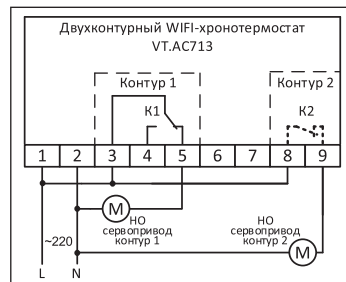

Рис. 3
6.2.3. В случае работы с нормально открытыми сервоприводами, подключение привода контура 1 производится к клеммам 2 и 5, подключение привода контура 2 — к клеммам 2 и 9. При этом необходимо в расширенных настройках термостата установить инверсию управляющего контакта реле контура 2 (в параметре OPt установить значение «01») (рис. 3).